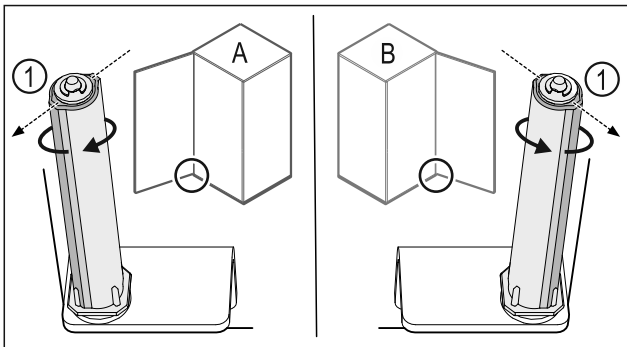

Fig. 43 Розкриття ліворуч (A) / Розкриття праворуч (B)
- ▶ Систему закриття повертати проти опору доки перемичка системи закриття Fig. 43 (1) не покажуватиме назовні.